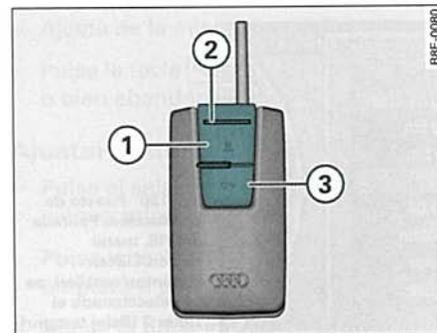

Fig. 133 Control remoto para calefacción / ventilación estacionaria
- Pulse la tecla de activación ⇒ *página 132*, fig. 133 ① hasta que se encienda el testigo de control ②. La función **Heizung Ein** (Conectar calefacción) o bien **Lüftung Ein** (Conectar ventilación) está activada.